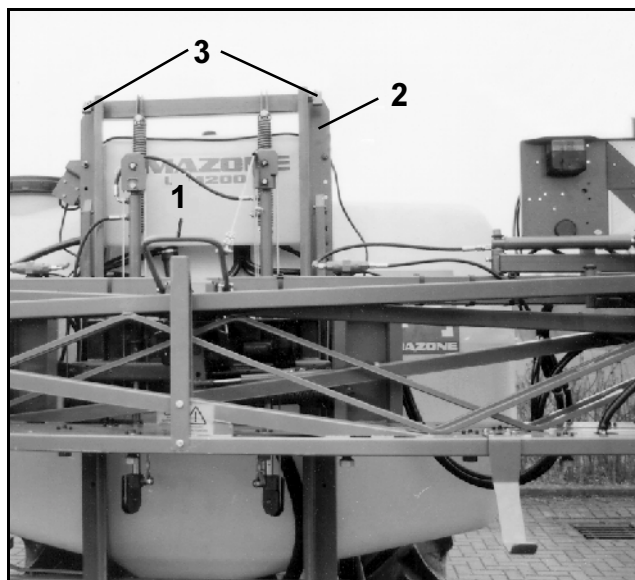

Рис. 52
- Поднимите сложенные штанги, пока механизм автоматической блокировки транспортного положения (Рис. 52/1) не разблокирует фиксатор (уровень – около 2/3 длины опоры штанг (Рис. 52/2).
- Разблокируйте устройство гашения колебаний из транспортного положения – путем поднятия штанг до верхних упоров (Рис. 52/3) (см. гл. 8.2.2.3).